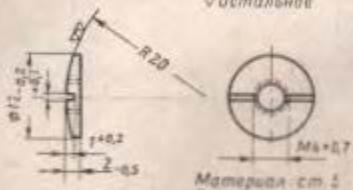
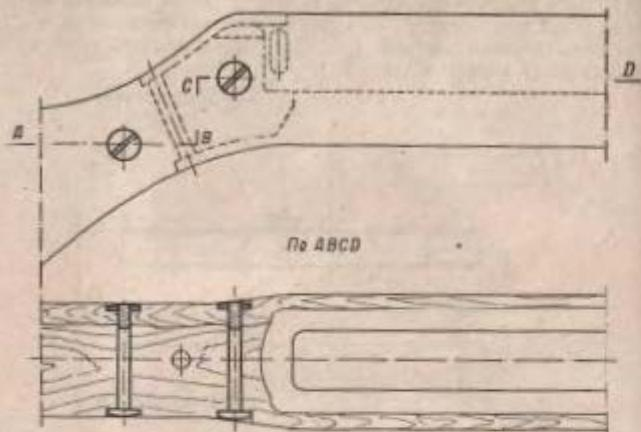

Рис. 75. Гайка нагеля
Рис. 76. Скрепление ложи нагелем
(I) При наличии продольных трещин в шейке ложи без сколов стенок цевья подготовить ложу для постановки нагелей (рис. 73), изготовить стержни нагелей (рис. 74), гайки нагелей (рис. 75) и скрепить ложу нагелями (рис. 76).